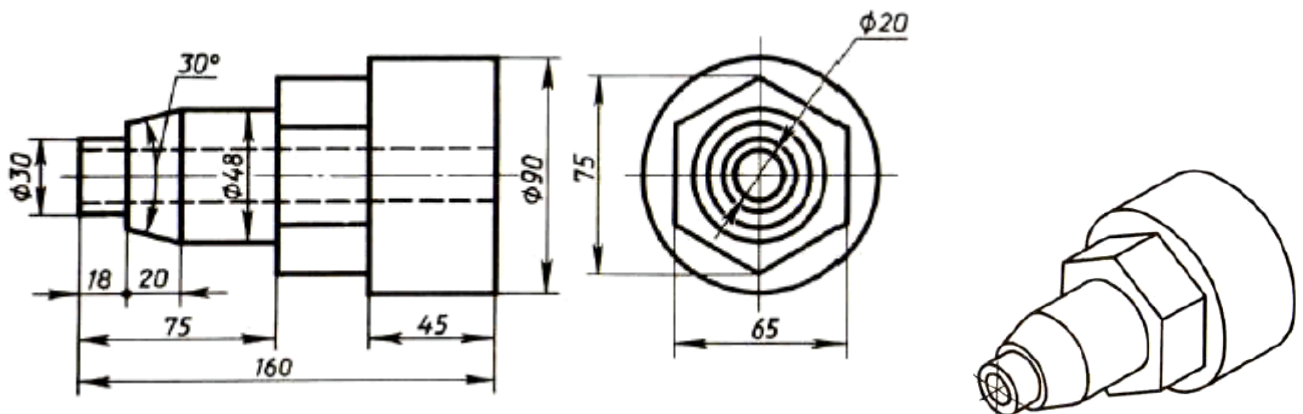

Рис. 43. Чертеж детали. Изометрическая проекция детали
Вопросы к чертежу рис.43. Вопросы составлены в последовательности, соответствующей правильному порядку чтения чертежей)
Ответы на вопросы к чертежу (см. рис. 43).
6. Объединив все части, устанавливаем общую форму предмета (рис. 43). Она представляет собой сочетание цилиндров, усеченного конуса и шестиугольной призмы, расположенных на одной оси. Вдоль оси детали проходит сквозное цилиндрическое отверстие.